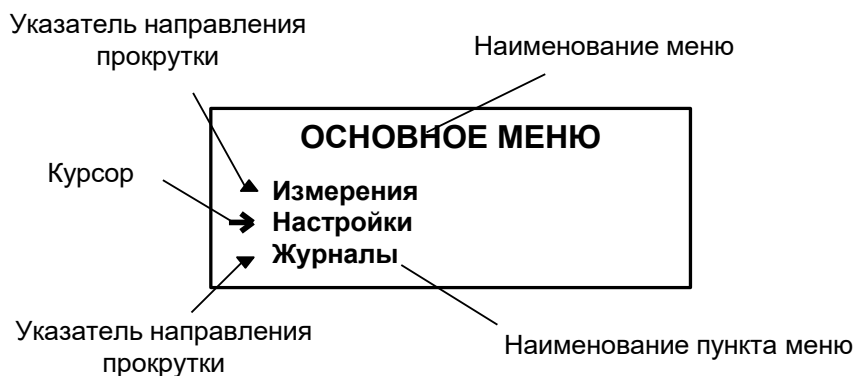

Рис. 1. Вид индикации меню.
1.1.3. Вид индикации на жидкокристаллическом индикаторе (ЖКИ) блока ИВК-101 приведен на рис.1.
При переходе в меню (окно) нижнего уровня курсор устанавливается напротив первого пункта меню (параметра) вместо верхнего указателя направления прокрутки. После начала прокрутки списка курсор устанавливается между верхним и нижним указателями направления прокрутки (рис.1). При достижении последнего (первого) пункта меню из списка курсор перемещается на место нижнего (верхнего) указателя прокрутки.